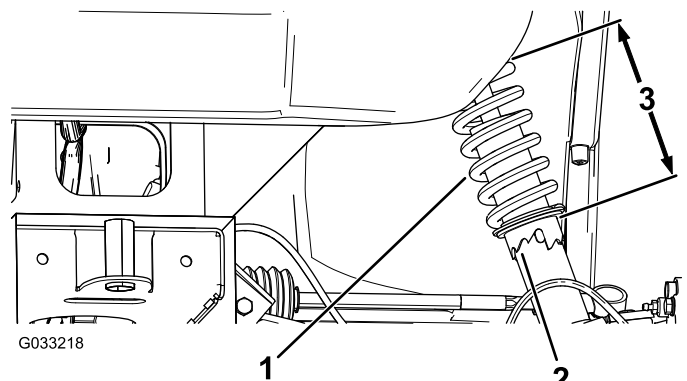

Figure 58
1. À l'aide de l'outil (Toro réf. 132-5069), tournez la bague sur l'amortisseur pour changer la longueur du ressort (Figure 58).